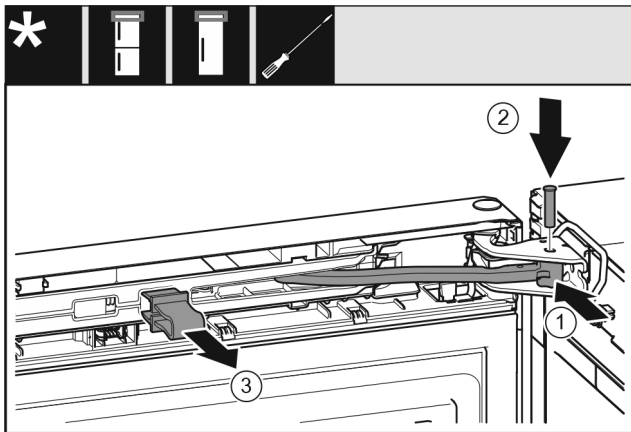

Fig. 31
- Tourner la jointure Fig. 31 (1) dans le support de palier.
- Insérer l'axe Fig. 31 (2) dans le support de palier et la jointure. Veiller à ce que l'ergot soit bien en place dans la rainure.
- Retirer la fixation Fig. 31 (3).